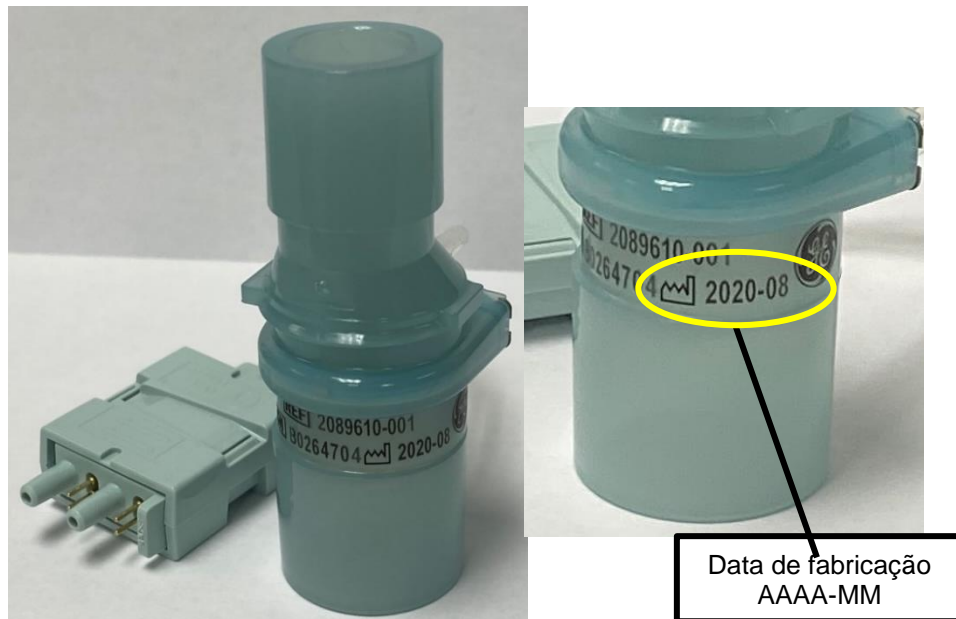

Figura 1: Corpo do sensor de fluxo Data de fabricação
- a. Procure a data de fabricação no corpo do sensor de fluxo (veja a Figura 1 abaixo). A data é listada como AAAA-MM (ano e mês), por exemplo, 2021-04 = Abril de 2021.